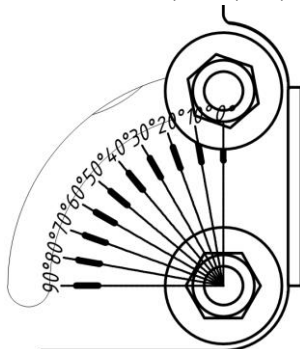

Рисунок 6 – шкала для регулировки.
5.4.6. Отрегулируйте нужный угол наклона светильника, используя шкалу для регулировки на деталях крепления (рисунок 6).
5.5.5. Закрепите светильник при помощи болтов/винтов на поверхности. С помощью поворотного кронштейна (скобы) выставите нужный угол поворота светильника (см. рисунок 6). Затяните болты.
5.7.5. Закрепите светильник при помощи болтов/винтов на поверхности. С помощью поворотного кронштейна выставите нужный угол поворота светильника (см. рисунок 6). Затяните болты.